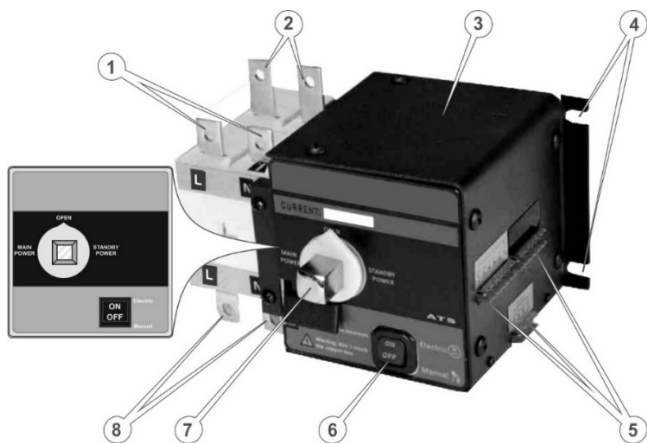
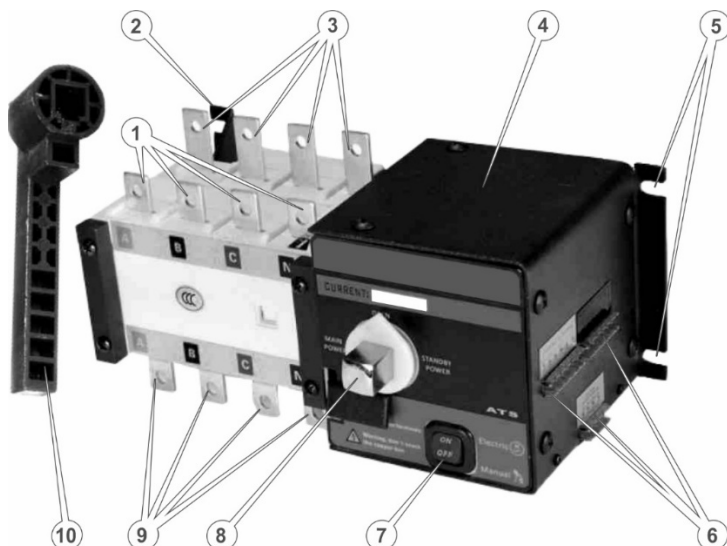

Рисунок 14. Схема приєднання жил до блока автоматики ATS (однофазна електромережа).
Рисунок 15. Схема під'єднання жил до блока автоматики ATS (трифазна електромережа).
3. Під'єднати силові кабелі від 1-фазної мережі споживачів та генератора до блока АВР, як показано на рис. 14 або на панелі під'єднання під клемне з'єднання (рис. 14а). Для трифазної мережі – на рис. 15.
Рисунок 15а. Панель під'єднання 1-фазного силового кабелю мережі.
Рисунок 15б. Панель під'єднання 3-фазного силового кабелю мережі.
Увімкнути автоматичний режим кнопкою (7 рис. 14).
Увімкнути ручний режим кнопкою (7 рис. 14).
В ручному режимі вводу резервної мережі комутація ланцюгів здійснюється вручну, за допомогою руків'я (8, 10) рис. 14), що входить у комплект АВР (ATS).
1. Увімкнути вимикач системи підігріву мастила (4, рис. 15а, 15б).